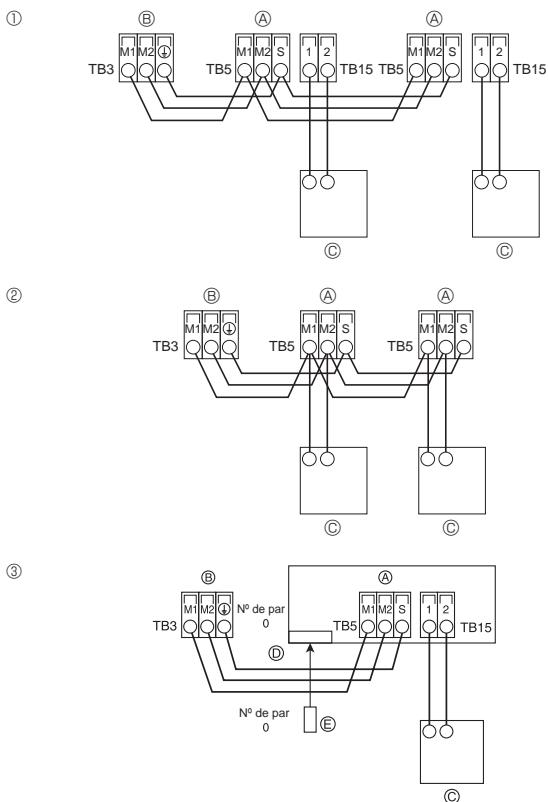

Fig. 6-3
6.4. Conexión de los cables de transmisión del mando a distancia y de las unidades exterior e interior (Fig. 6-3)
- ① Mando a distancia MA
② Mando a distancia M-NET
③ Controlador remoto inalámbrico (al instalar un receptor de señales inalámbricas)